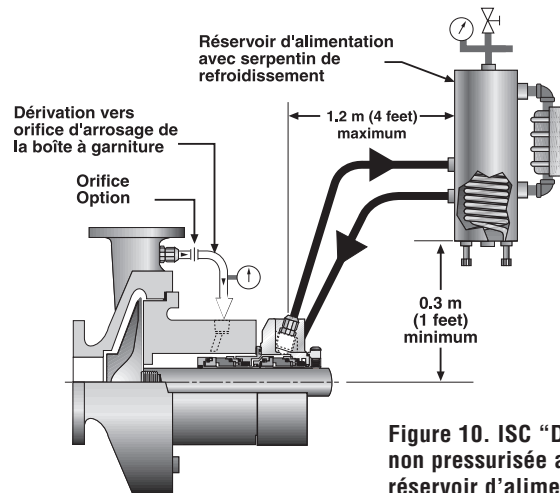

Figure 10. ISC "Dual" non pressurisée avec réservoir d'alimentation
8.3 Le fonctionnement d'une garniture "Dual" non pressurisée nécessite une alimentation, avec un fluide tampon compatible, à une pression inférieure à celle régnant dans la boîte à garniture (Figure 10). La pression dans la boîte à garniture ne doit pas dépasser la pression maximum recommandée. Flowserve peut